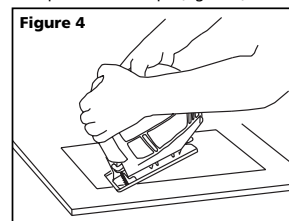

Figure 4
5. Garder les deux mains sur la scie pendant la coupe (figure 4).